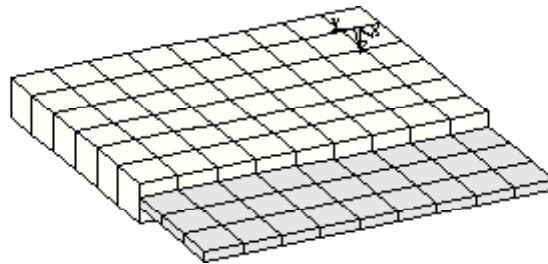

Fig7-1 具有不同厚度的壳体模型
- 相邻部分的模型具有两种不同材料或模型具有不同的厚度 (参阅图 7-1)。